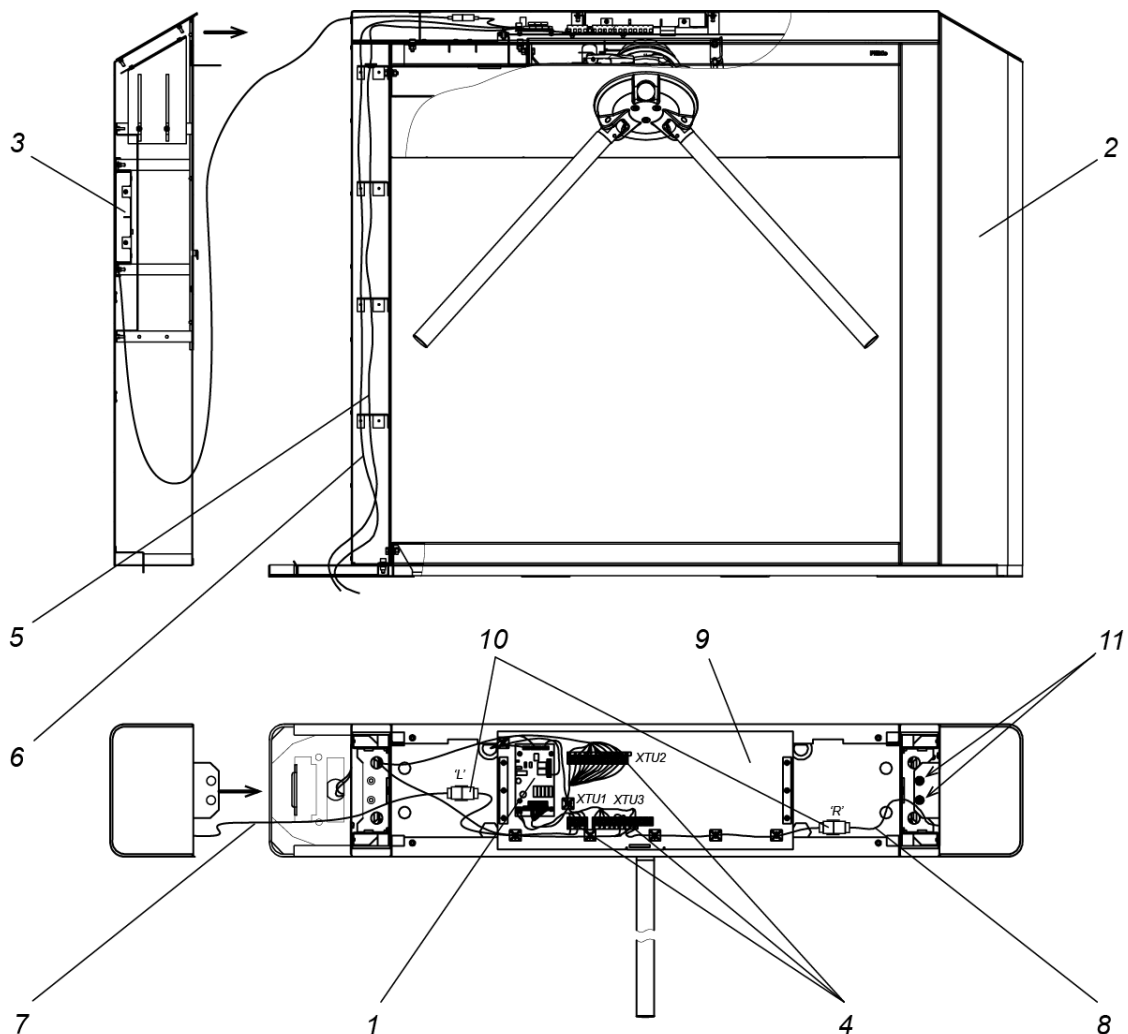

Рисунок 15. Схема прокладки кабелей в стойке турникета
3. При необходимости прокладки кабелей под поверхностью пола подготовьте в полу кабельный канал, подходящий к зоне ввода этих кабелей в стойку турникета. Прокладка кабелей внутри стойки показана на рис. 15.
5. Распакуйте основную стойку турникета (ящик №1). Снимите крышку турникета (2), порядок снятия описан в разд. 6.
7. Подключите кабель (9) от ИП к выносной клеммной колодке **XTU1** согласно схеме подключения.
8. При необходимости произведите установку платы внешнего контроллера СКУД внутри стойки турникета на кронштейне (9, рис.15) и подключите его к плате управления CLB (см. разд.8.4).
9. Подключите кабель ПДУ (10) или приемник РУ к выносной клеммной колодке **XTU2** (см. разд.8.4) или к внешнему контроллеру СКУД (см. РЭ на контроллер).
12. Распакуйте боковые модули (6, 13 или 17) (ящик №2) и боковые крышки (8) (упакованы отдельно).
- зафиксируйте боковой модуль при помощи двух винтов М5×12 с двумя шайбами каждый – пружинной и плоской увеличенной (см. позицию 11 на рис. 15), винты и шайбы входят в комплект поставки основной стойки турникета;
- присоедините разъем кабеля индикации от бокового модуля к соответствующему (правому «R» или левому «L») разъему кабеля индикации от основной стойки (10 на рис.15).
17. Установите на место основную крышку турникета (2), см. разд. 6.